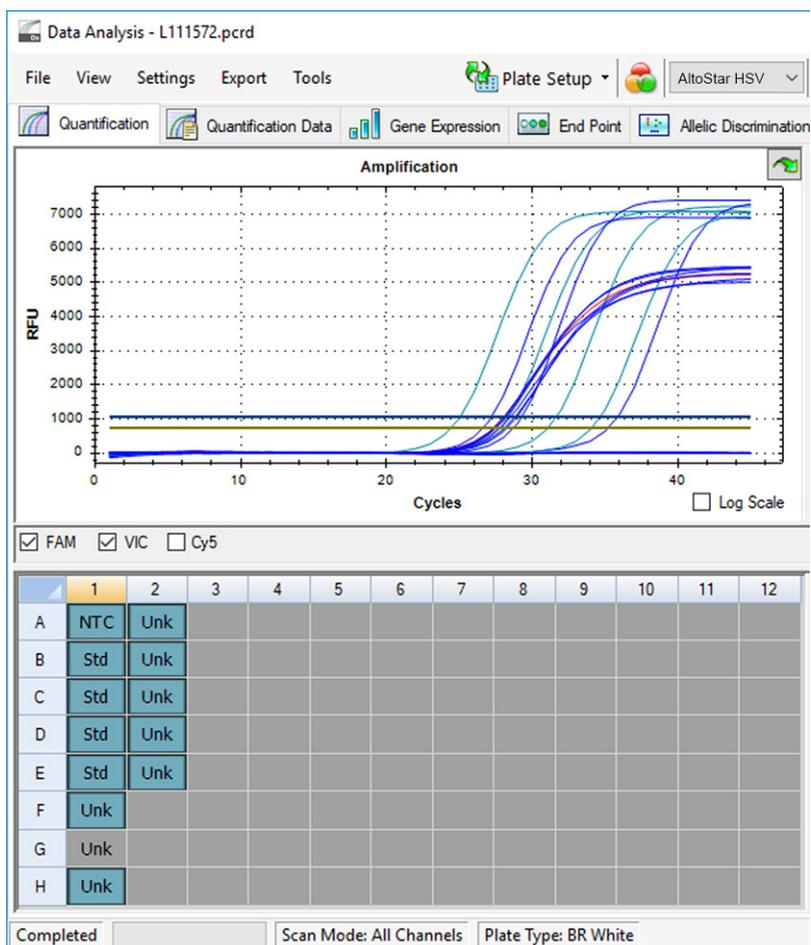

Figura 38: Ventana Data Analysis (análisis de datos): pocillo excluido
4. El pocillo seleccionado se excluye del análisis. No se generarán resultados para este pocillo (consulte la Figura 38).